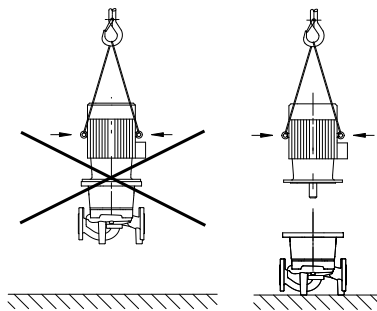

Fig. 20: Variklio transportavimas
- Kėlimo kilpas prie variklio naudokite tik variklio, o ne viso siurblio krūviui kelti (Fig. 20).